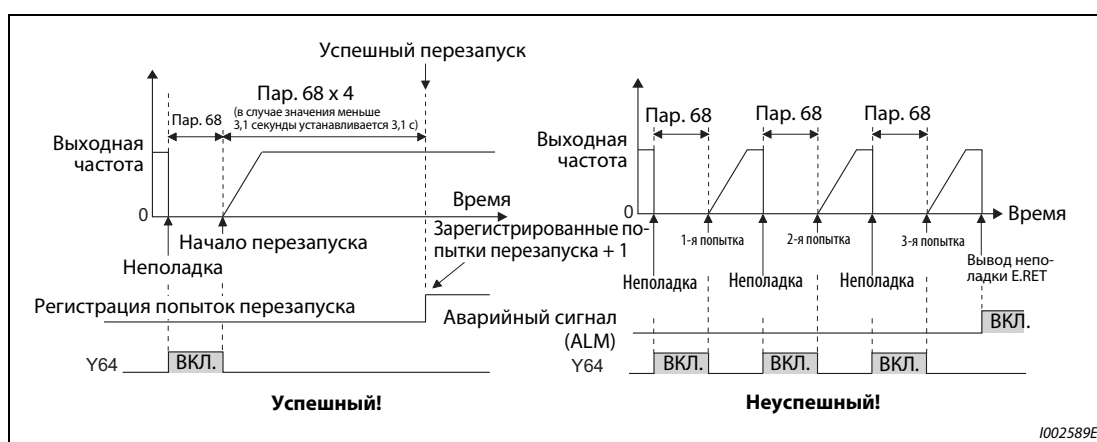

Рис. 5-57: Пример успешного и неуспешного перезапуска
- Если количество попыток перезапуска превышает значение, установленное в параметре 67, выводится сообщение об ошибке "E.RET" (см. также рис. 5-57).